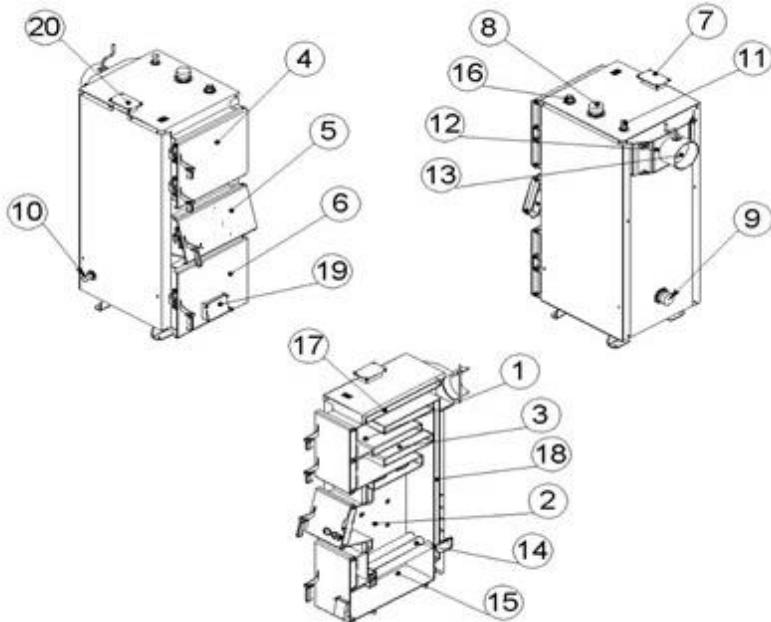

Рисунок 2 – Зовнішній вигляд та основні елементи котла
Конструктивно котел являє собою збірно-зварену конструкцію, що складається з корпуса (поз. 1, рис. 2) з камeroю згоряння (топкою) (поз. 2, рис. 2). Конвекційна частина котла складається з багатоходового теплообмінника (поз. 3, рис. 2) комбінованого типу – чотирьох горизонтальних полиць. Теплообмінник розташований безпосередньо над топкою.
Корпус котла виконаний в формі паралелепіпеду з подвійними стінками, які розділені водними перегородками (поз. 17, рис. 2). На зовнішній поверхні корпуса під декоративною обшивкою закріплена теплова ізоляція. (поз. 18, рис. 2).
Паливо для процесу спалення завантажується на колосникові грати (поз. 14, рис. 2) крізь завантажувальні дверцята (поз. 5, рис. 2). Колосникові грати виконані з товстостінних безшовних труб по яких постійно циркулює вода з водяної оболонки котла. Згоряння палива в топці відбувається за участю повітря, яке постачається під колосникові грати припливним вентилятором. Кількість повітря, необхідного для процесу згоряння, регулюється автоматично блоком автоматики управління, або за допомогою терморегулятора.
Підведення і відведення теплоносія здійснюється відповідно через патрубки зворотної мережної води (поз. 9, рис. 2) і прямої мережної води (поз. 8, рис. 2).
Топочні гази виходять у димохід крізь боров (поз. 12, рис. 2), розташований у задній частині котла. Боров обладнано вбудованим дросельним клапаном продуктів згоряння – шибером (поз. 13, рис. 2). У випадку надто високої тяги у димоході шибер дає можливість її знизити шляхом часткового перекривання вихідного отвору борова.
Зола, яка утворюється в процесі згоряння палива, зсипається в нижню частину корпуса котла – зольник (поз. 15, рис. 2).
- з механічним регулятором тяги – під колосникові грати крізь дверцята подачі повітря (поз. 19, рис. 2). Кількість повітря, необхідного для процесу згоряння, регулюється механічним регулятором тяги, який шляхом натягу або послаблення ланцюга керує положенням кришки (лючка) дверцят.
У верхній частині корпуса котла розташований штуцер для встановлення запобіжного клапана або групи безпеки котла (поз. 11, рис. 2).
Для можливості встановлення вентилятора зверху корпуса котла, передбачений отвір, який заглушено кришкою (поз. 20, рис. 2).
Ревізійний дверцята (поз. 6, рис. 2), що розташовані на передній стінці котла, необхідні для періодичного чищення колосникових грат.
Для можливості періодичного обслуговування (чищення) теплообмінника передбачені дверцята у верхній частині котла (поз. 4, рис. 2).
Регулятор тяги необхідно приєднати до патрубка з внутрішньою різьбою, який знаходиться у верхній частині корпусу (рис. 2). Різьбове з'єднання при цьому потрібно ущільнити. Регулятор повернути таким чином, щоб наконечник для закріплення шестигранного важеля (з комплекту регулятора) був направлений вправо.